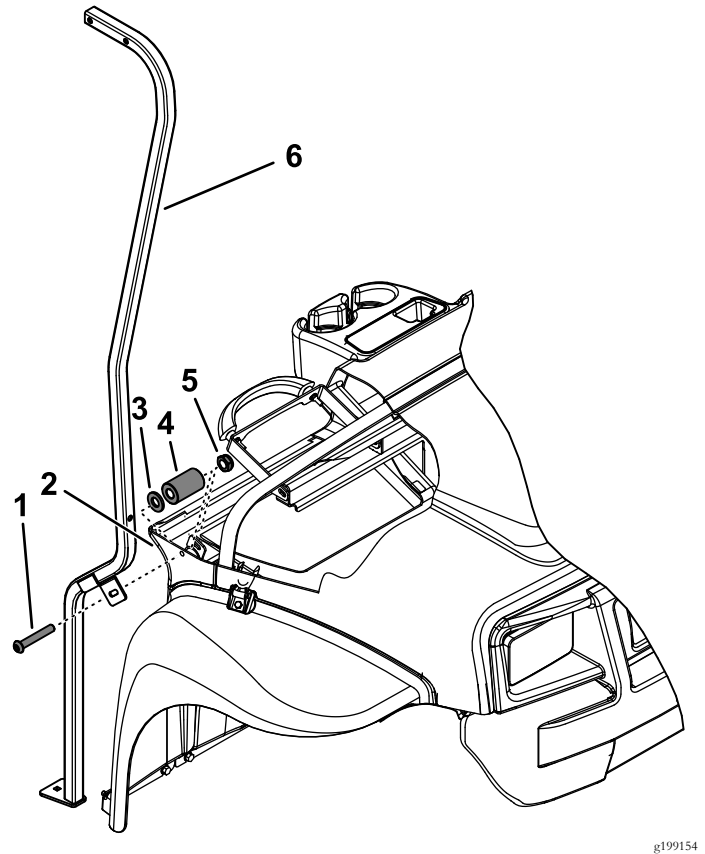

Figura 5
- B. Instale el tornillo allen de cabeza de botón (5/16" x 2") a través del soporte de la capota, el salpicadero y el soporte del salpicadero (Figura 5).
- C. Instale la tuerca con arandela prensada (5/16") para sujetar el soporte del salpicadero al soporte de la capota (Figura 5).
- Instale el espaciador y la arandela plana (11/32") entre el salpicadero y el soporte del salpicadero (Figura 5).